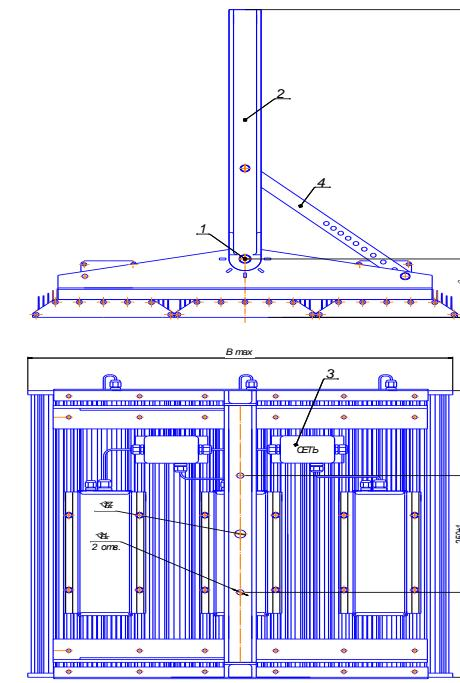

Рис. 3
- для светильников мощностью 600-1200 Вт (рис.3):
- а) ослабить крепежные болты лиры (1);
- г) пропустить питающие и заземляющий провода через кабельный ввод и подключить к тройным клеммам «Wago» согласно схемы рис.3а; 4а; 5а, закрыть крышку распределительной коробки светильника;
- д) отрегулировать необходимое положение светильника, закрепить стопорные планки лиры (4) и затянуть крепежные болты (1). Крепежные соединения должны быть затянуты с усилием не менее 17 Нхм
Рис.3а